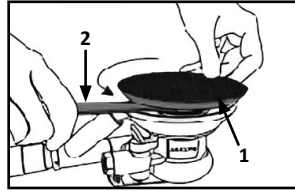

Fig. 7
2. Maintenez fermement l'écrou de fixation du patin de ponçage (1) à l'aide de la clé (2) fournie et dévissez manuellement le patin pour le retirer. (Fig. 7)